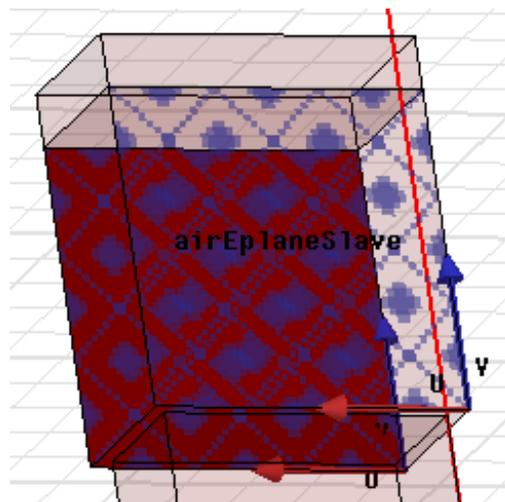

Рис. 5.18. Системы координат  $UV$  на ведущей и ведомой границах
4. Необходимо задать систему координат в плоскости, на которой будет находиться граница. Сначала создайте вектор  $U$  системы координат. HFSS использует вектор  $U$ , который Вы чертите и нормальный вектор поверхности границы, чтобы установить  $V$ -ось. Затем задайте направление вектора  $V$  (рис. 5.18).